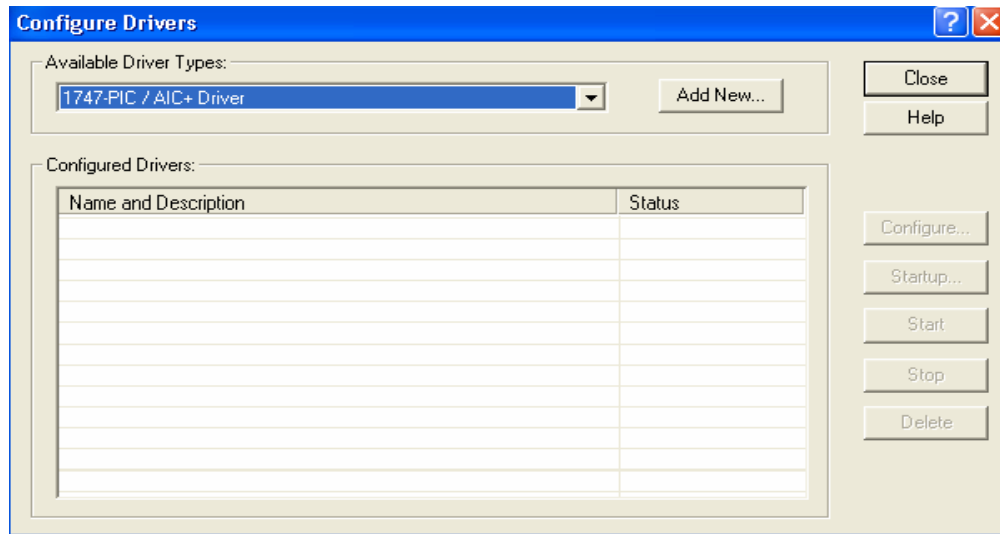

Figura 3.5 Pantalla de configuración de driver.
4. Seleccione “configure drivers”. Figura 3.5